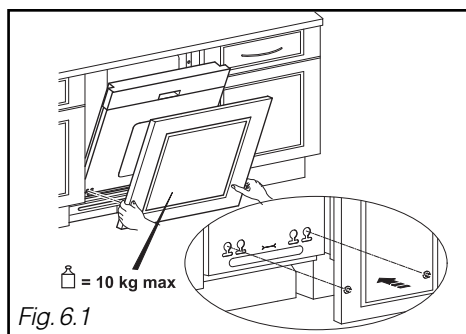

Fig. 6.1
- Zet het deurpaneel op zijn plaats door de 2 schroeven te steken in de openingen van de deur van de vaatwasser (Fig. 6.1)
- Breng het deurpaneel op zijn plaats en steek de twee schroeven in de gaten van de deur van de vaatwasser (Fig. 6.1 bis)
Fig. 6.1 bis
- Neem maatcijfer **B** van Fig. 6.1., meet de speling **J** op tussen de vloer en de onderkant van de vaatwasser. Bereken **B - J**.